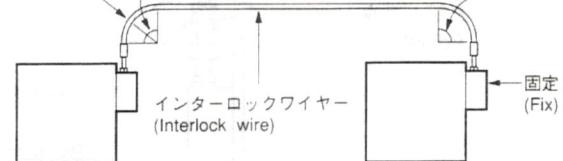

図 11-2 Fig.11-2
(2) インターロックワイヤーをワイヤーステッカーなどで固定してください。(図 11-2 参照)
(See Fig.11-2)
インターロックワイヤーは図 11-2 の指示に従って確実に取付けたのちに、必ず調整を行なってください。正常動作を行なわないおそれがあります。
Mount the interlock wires correctly. (See Fig. 11-2)